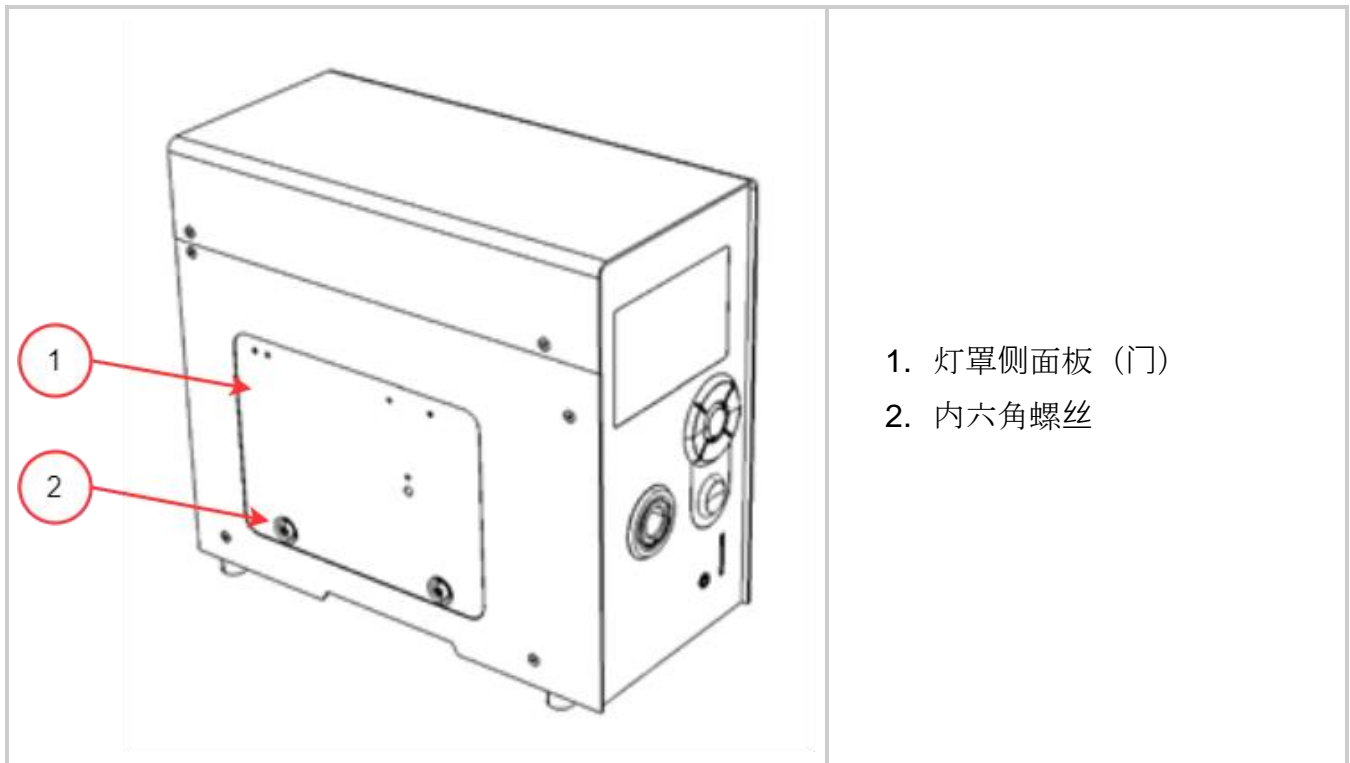

图 3-3 灯罩面板
2. 更换灯罩侧板（门），拧紧图 3-3 所示的六角紧固螺丝。